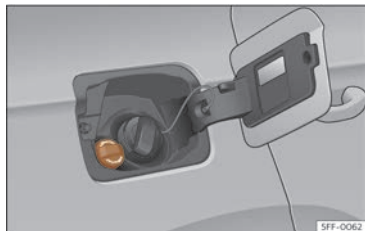

Fig. 204 Bouchon de la goulotte de remplissage du réservoir d'AdBlue®.
- Ouvrez la trappe à carburant >>> **fig. 204.**
- Dévissez le bouchon de l'orifice de remplissage de SCR >>> **fig. 204.**